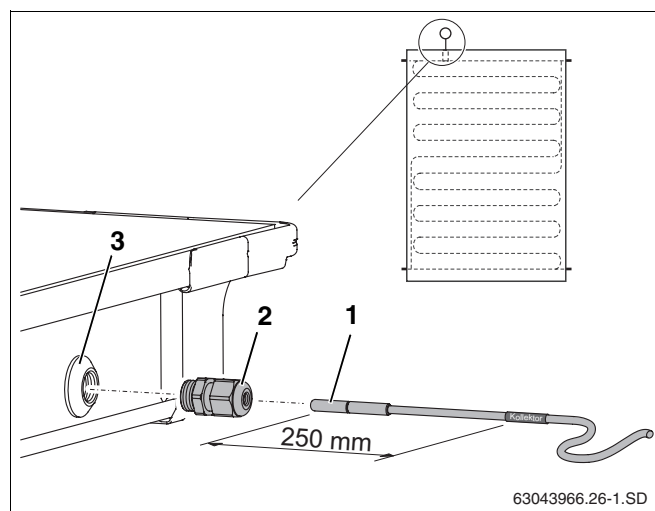

Fig. 54 Inserimento della sonda del collettore nel collettore
Per una perfetta efficienza dell'impianto solare è necessario infilare completamente la sonda del collettore (fig. 54, **pos. 1**) nel passante della sonda fino all'arresto (ovvero per ca. 250 mm).
- Perforare lo strato isolante del passante della sonda del collettore (fig. 54, **pos. 3**) con la sonda stessa o con un cacciavite.
- Avvitare il giunto a bocchettone (fig. 54, **pos. 2**) nel passante della sonda.
- Serrare a fondo il giunto a bocchettone (fig. 54, **pos. 2**); se necessario, utilizzare un controdado.
Se per errore è stato perforato il passante della sonda (fig. 54, **pos. 3**) di un collettore sbagliato, tale passante dovrà essere chiuso con il tappo del kit di allacciamento. Prima è necessario rimuovere il dado situato dentro il passante della sonda con l'ausilio di un passacavo (fig. 54, **pos. 2**).